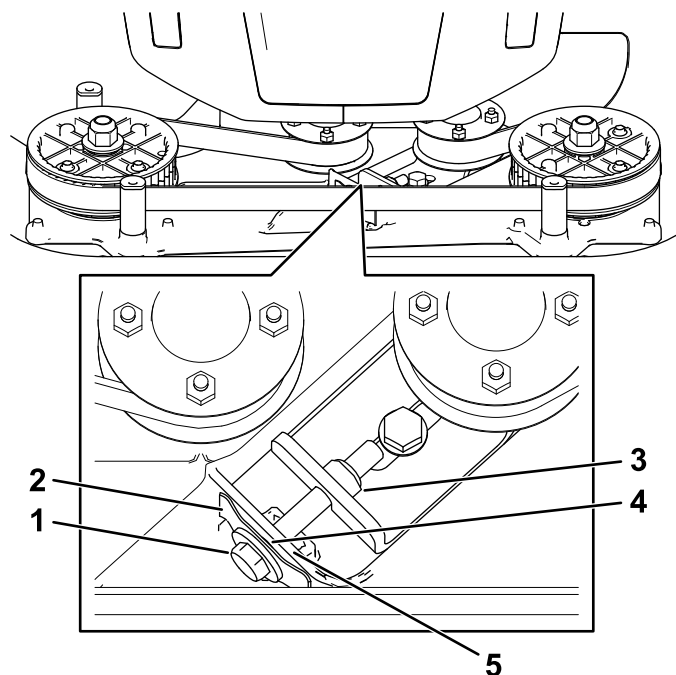

Figura 25
**Nota:** Se existir uma folga visível entre o apalpa-folgas e a mola, aperte o parafuso de ajuste e a porca até que o papel mal se desloque livremente dentro e fora da folga (Figura 25).